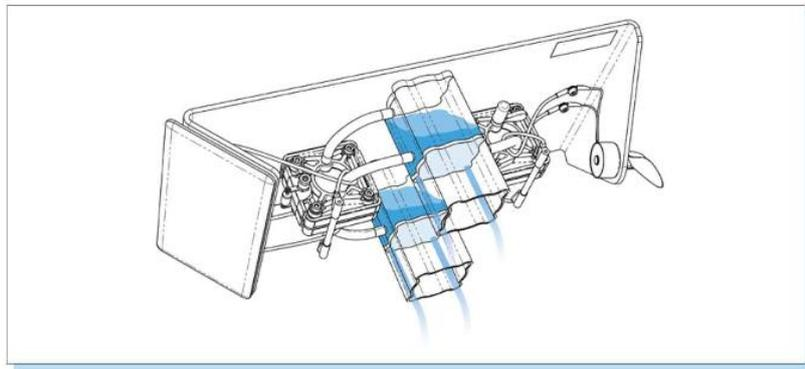

図 7: ガスタンクを空にする
- 図 7 に従って、ガスタンクを空にしてください。モデル全体を複数回にわたって揺らし、ガス貯蔵容器内の水を捨ててください。水は正しい方法で処分してください（排水口等）。